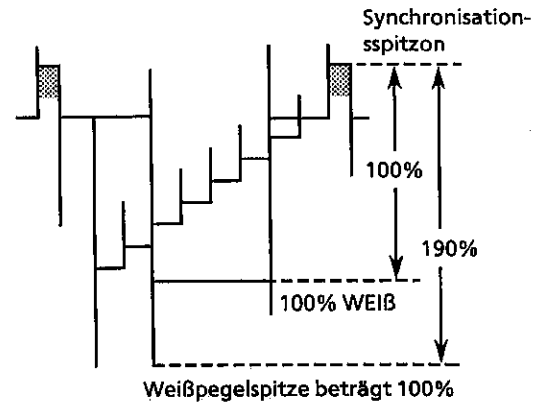

Abbildung 5-4.
1. Ein Oszilloskop an Stift (48) von IC401 und GND anschließen.
3. Die Überschwungung des Videosignals muß bei 190% begrenzt werden, wie in Abbildung 5-4 dargestellt.